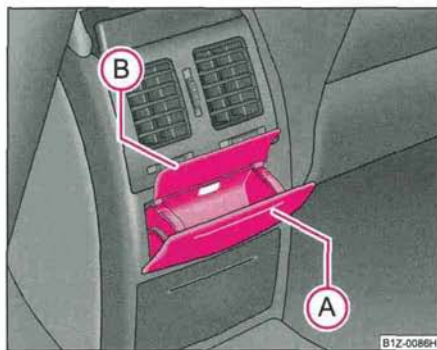

Fig. 96 Console centrale: Cendrier AR
- Appuyez sur la partie supérieure du couvercle du cendrier, au niveau  ⇒ fig. 96.